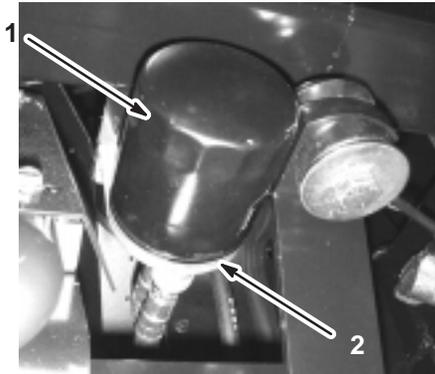

Bild 34
2. Entfernen Sie den alten Motorölfilter (Bild 34).
3. Wischen Sie die Dichtungsfläche am Filteradapter ab (Bild 34).
4. Ölen Sie die Gummidichtung am Austauschfilter (Bild 34) leicht mit Frischöl ein.
5. Drehen Sie den Austauschfilter auf den Filteradapter auf. Drehen Sie den Ölfilter im Uhrzeigersinn, bis die Gummidichtung den Filteradapter berührt. Ziehen Sie den Filter dann um eine weitere 1/2 Umdrehung fester (Bild 34).